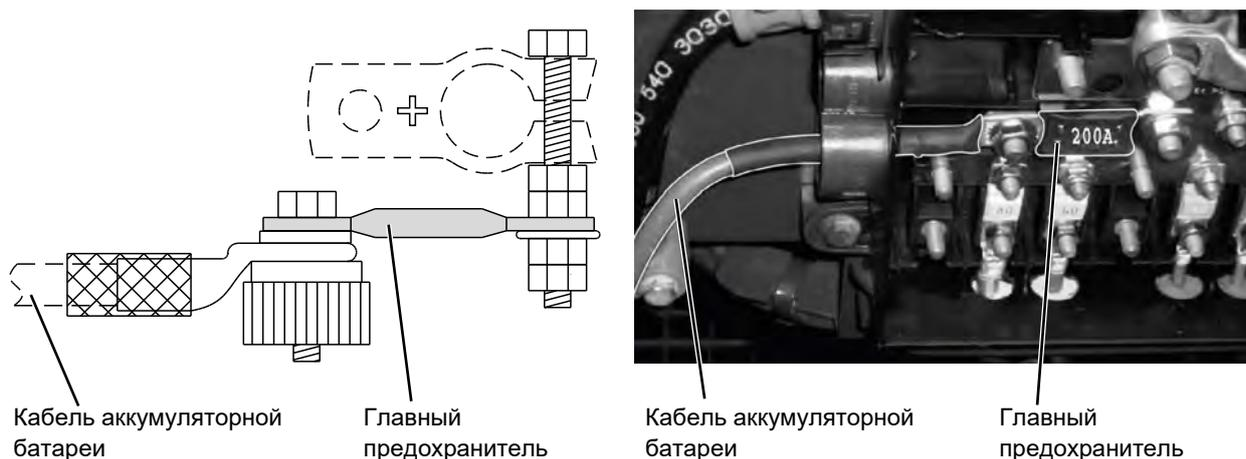

Рисунок 23: Подключение к аккумуляторной батарее
- ▶ Установите главный предохранитель с кабельным наконечником и подключите кабель аккумуляторной батареи к положительному полюсу аккумуляторной батареи или, в качестве альтернативы, к распределителю аккумуляторной батареи (см. Рисунок 23).